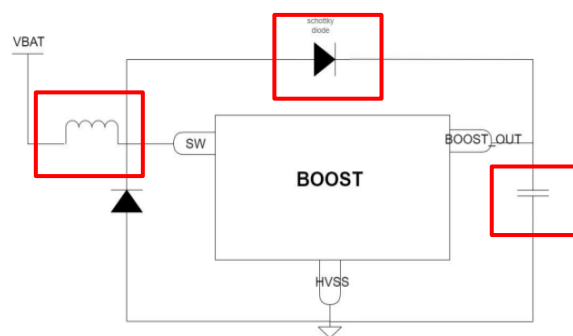

图2.2 ENS001 的BOOST电路
- **SW1/2/3/4/5:** BOOST升压路径有两种模式可供选择，即内部模式和外部模式，在使用内部模式下，使用芯片内集成的MOS管，肖特基二极管，电压反馈电路（过压保护），芯片的SW引脚连接内部MOS管的漏极D。设计电路时仅需要外加（图 2.2 红框中）功率电感、肖特基二极管（与内部并联）、电容组成完整的BOOST电路。